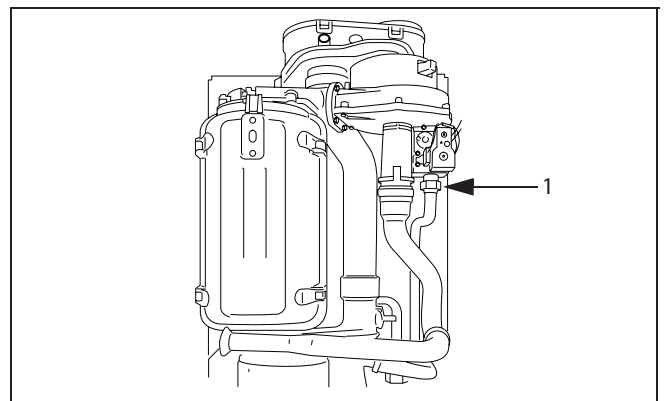

Fig. 40 Smontaggio del raccordo del gas
- Svitare il dado di raccordo della valvola del gas (fig. 40, pos. 1).